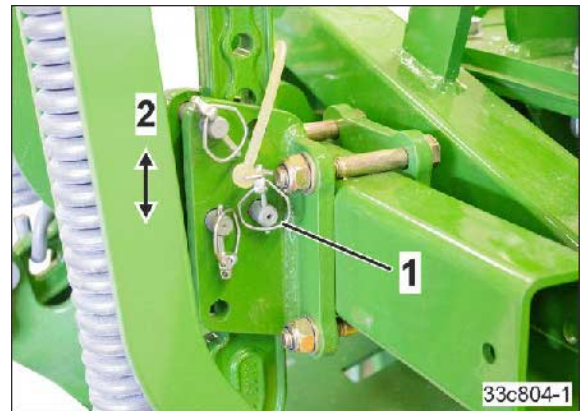

Fig. 116
1. Fjern splitten (Fig. 116/1).
- 5. Sørg for at sikre sikringsbolten med en ringsplit (Fig. 116/1).
4. Fjern sporløseren fra sporløserholderen med det indstøbte håndtag (Fig. 116/3)
- Anbring sporløsneren i den ønskede position med det indstøbte håndtag (Fig. 116/3)